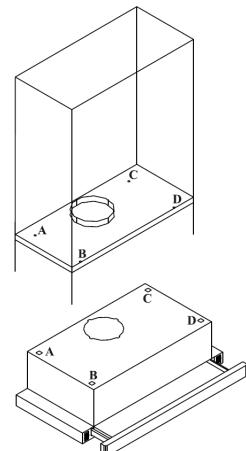

Fig.3
- I overskapets nederste hylle skjæres det ut et hull med en diameter på 130 mm til røret som skal lede ut avtrekksluften. Deretter bores det hull til ventilatorens festeskruer (fig. 3). For å unngå feil ved plassering av de enkelte hullene skal den medfølgende papirsjablonen brukes til avmerking av skruehull og hull til avtrekksrøret i overskapets nederste hylle.
- I overskapets nederste hylle skjæres det ut et hull med en diameter på 130 mm til røret som skal lede den rensede luften tilbake i kjøkkenet. Deretter bores det hull til de medfølgende monteringsskruene (fig. 3).